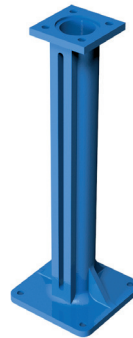

Fig. 4
- Straight floor stand (Fig. 4)